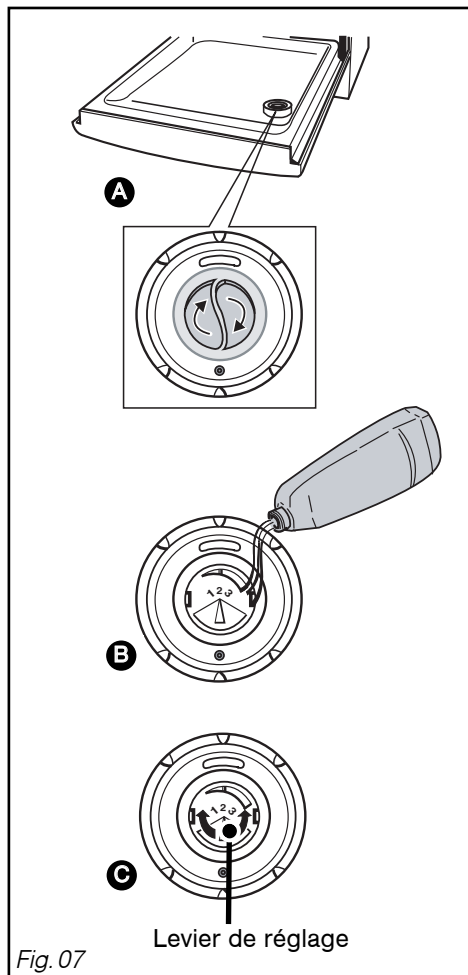

Fig. 07
• **Le chargement du produit de rinçage (Fig. 07)**
Après quelques cycles et en cas de mauvais séchage ou de traces, nous vous conseillons d'augmenter le réglage en tournant le levier (fig 07 **C**) sur la position 3.